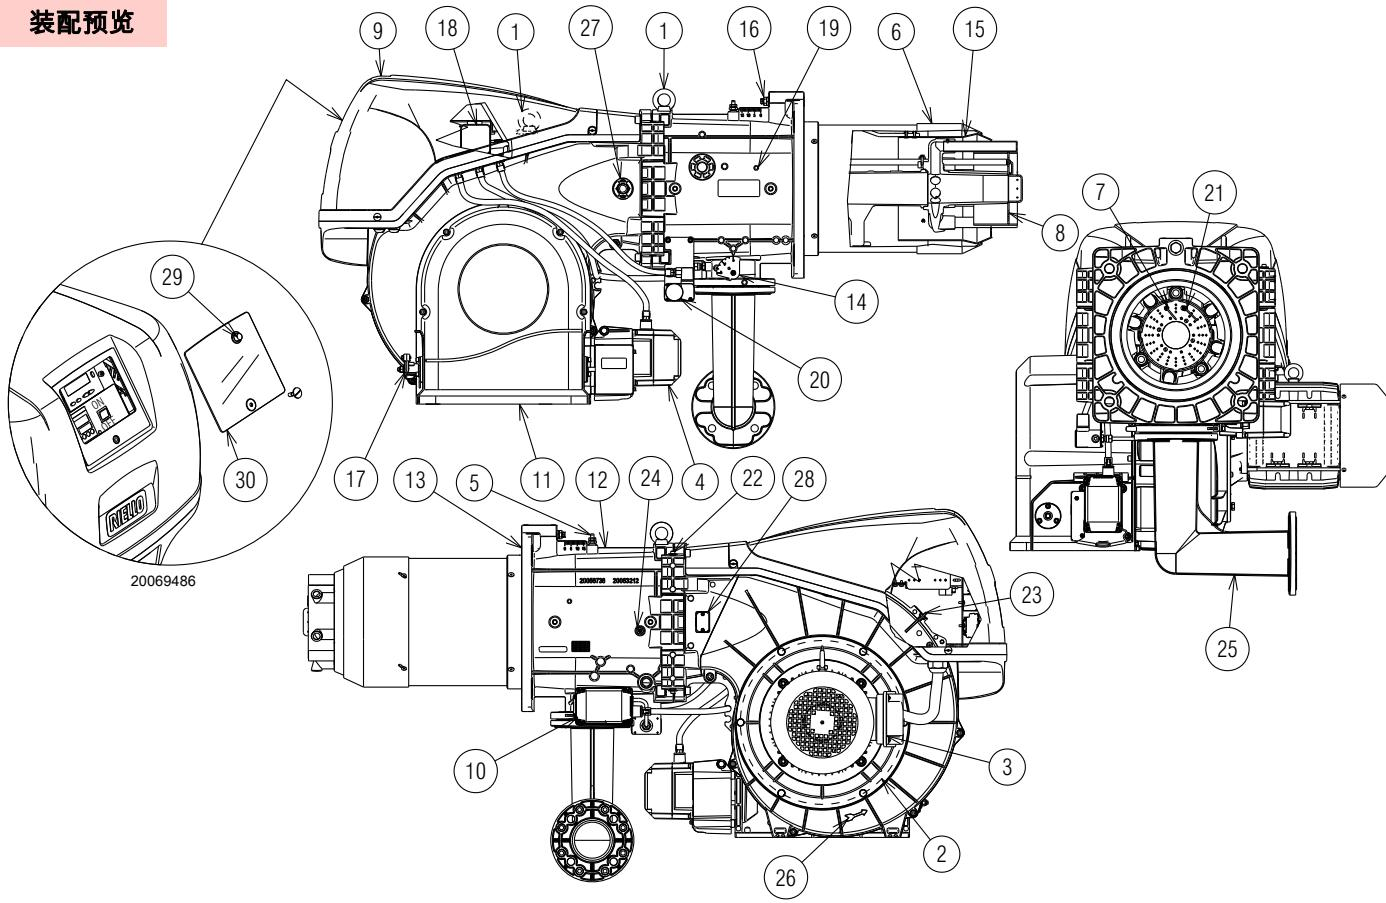

图 5
2) 炉膛压力为 0 , 且燃烧器处于最大出力时 , 插座 5)(图 5) 处的压力